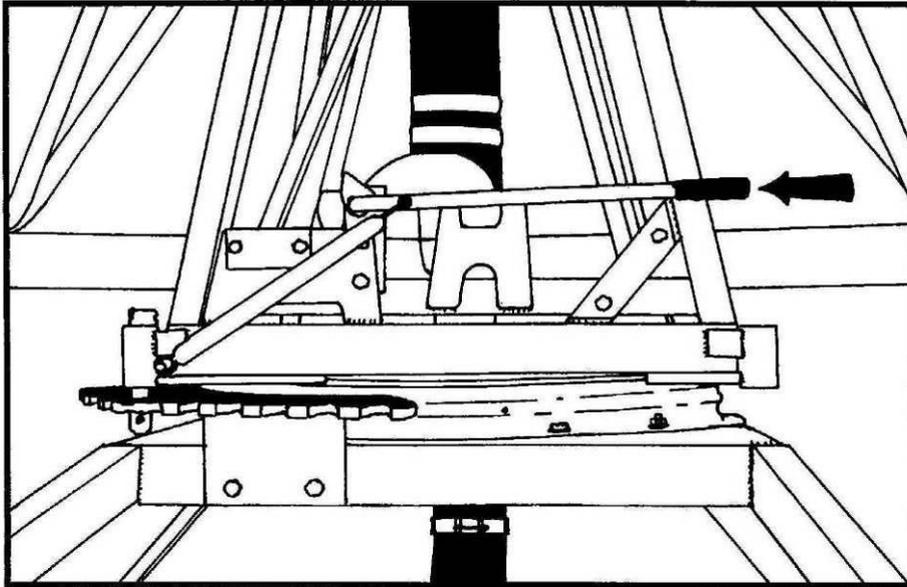

Abb.9
Falls zutreffend prüfen, ob der Auslegerdrehzapfen gesichert ist (Abb. 9).
- 8: Bei drehbarem Ausleger - lösen Sie den Feststellstift des Auslegerdrehzapfens im Mittelstück (Seite 10, Abb. 9). Bleiballast (bei Auslieferung um das Wassereinlassrohr im Fahrgestell gewickelt) ist u. U. als Gewichtsausgleich am Ausleger einzusetzen. Der Ballast wird dazu um das am Ende des Parallelabschnitts befindliche Wasserrohr gewickelt. Wenn das Feld ein leichtes Gefälle im rechten Winkel zur Fahrtrichtung aufweist, ist zu beachten, dass der Ausleger gesperrt bleiben sollte, damit er parallel zum Gefälle bleibt.
- 1: Bei drehbaren Auslegern ist der Drehzapfen im Mittelturn zu sperren (Seite 10, Abb. 9). Wenn die Sperre nicht einrastet, entweder die hohe Seite des Auslegers herunterziehen, bis die Sperre einrastet, oder einen zusätzlichen Abstand unter der Fallstütze im Abschnitt 2 lassen.